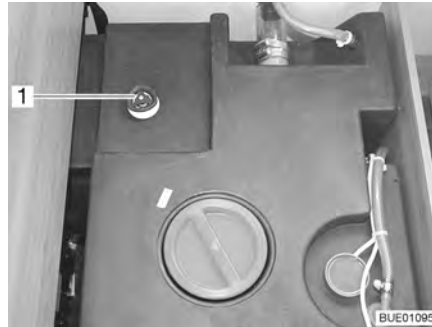

Bild 168 Vattentank med ratt
- Vrid ratten på vattentanken moturs mot motståndet till stoppläget (Bild 168,1) för att öppna utloppsöppningen helt.